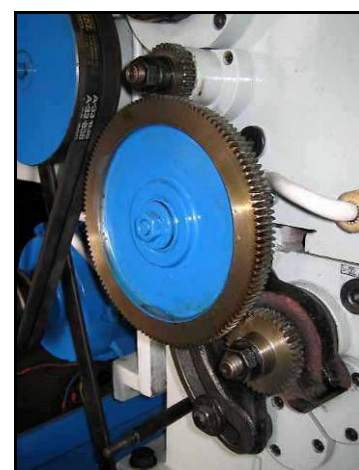

Figura 38 – Ingranaggi.
2. Svitare i dadi di fissaggio degli ingranaggi e smontarli (vedere la **Figura 38**);